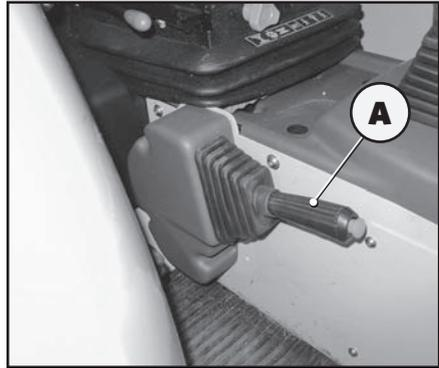
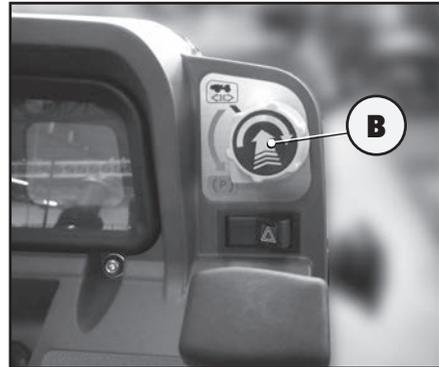

Abb. 5.1
Abb. 5.2
- Kontrollieren, dass die Feststellbremse (A) gezogen ist (Abb. 5.1). Falls der Traktor mit automatischer Feststellbremse "Brake-off" ausgestattet ist, sicherstellen, dass der Drehknopf (B) sich in der Position aktivierte Bremse (P) befindet (Abb. 5.2);